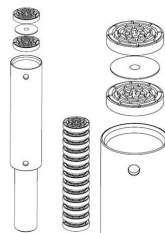

fig. 24
- Tenere il tubo sbattitore in posizione verticale (la parte con l'o-ring verso l'alto) e inserire il pestello dal basso. Inserire un disco sbattitore e su quest'ultimo un disco intermedio (punta del cono rivolta verso il basso). Inserire ora alternando i restanti dischi sbattitori (13 pezzi) e dischi intermedi (12 pezzi), ossia l'intero albero sbattitore. (fig. 24)